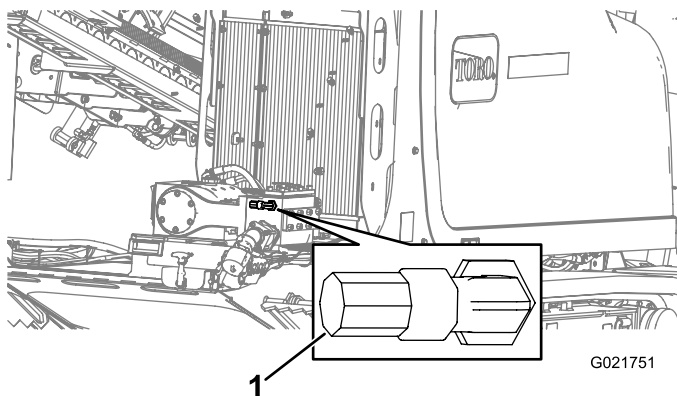

Figura 157
5. Conecte la manguera de pulverización al acoplamiento (Figura 157).